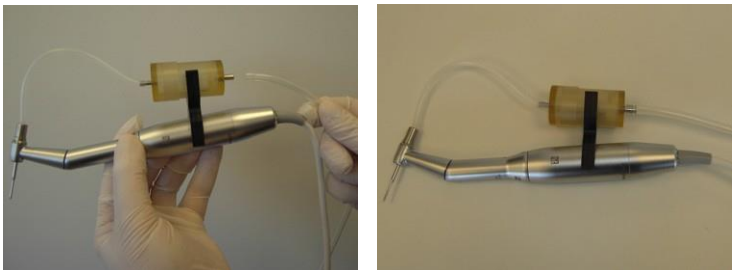

Figura 3-59. Conexión del tubo de extracción en el lado de succión del colector de injertos
15. Conecte el tubo de extracción estéril en el lado de succión del colector de injertos, como se muestra en la Figura 3-59.